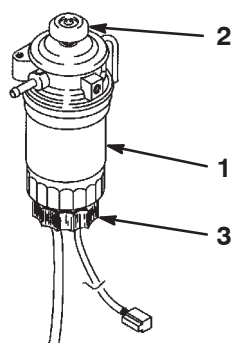

Figure 28
3. Dévissez le bouchon de vidange situé sur le filtre à carburant/séparateur d'eau d'environ un tour et vidangez l'eau qu'il contient. Le cas échéant, actionnez la pompe d'amorçage pour vidanger l'eau (Fig. 28). Revissez le bouchon quand la vidange est terminée.